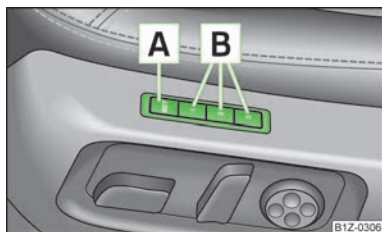

Fig. 42
Funcția Memory pentru scaunul șoferului oferă posibilitatea memorării individuale a poziției scaunului șoferului și a oglinzilor exterioare. Fiecăreia din cele trei taste de memorie » fig. 42 i se poate alocă o poziție de reglaj a scaunului, adică în total trei.
- Apăsăți tasta | » fig. 42.
- Apăsăți tasta de memorare dorită » fig. 42.
- **Apăsare scurtă Memory:** apăsăți scurt tasta de memorare dorită » fig. 42 la pagina 56. Scaunul și oglinzile exterioare vor adopta automat poziția memorată (acest lucru este valabil numai pentru situația când contactul este pus și viteza este mai mică de 5 km/h).